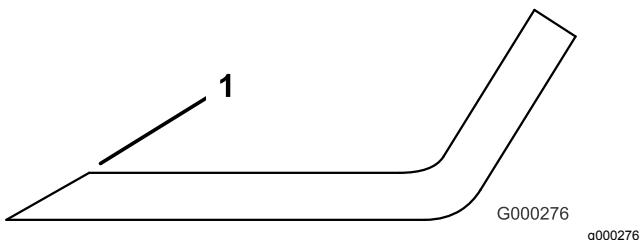

Figura 133
4. e affilatevi se fossero ottusi o scheggiati (Figura 133).